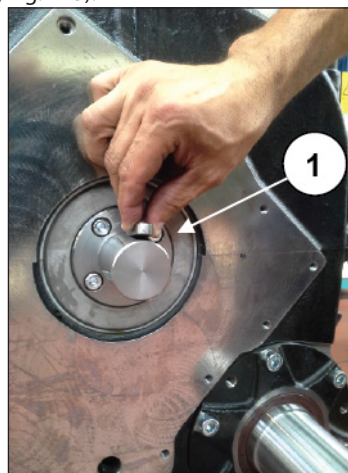

Fig. 124
Installer les 2 douilles de centrage du corps de pompe à huile (rep. ①, Fig. 124).